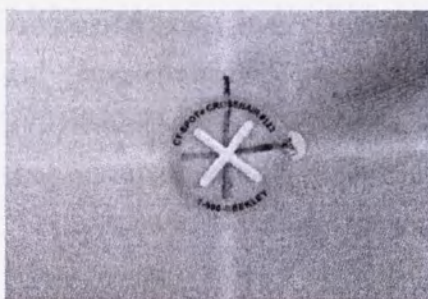

Рисунок 6
4.2.5 Этикетки для маркировки кожи с металлическим шариком (рисунок 6) используются для разметки тела пациента и предназначены для определения положения тела пациента во время сеанса диагностики и проведения процедур лучевой терапии.